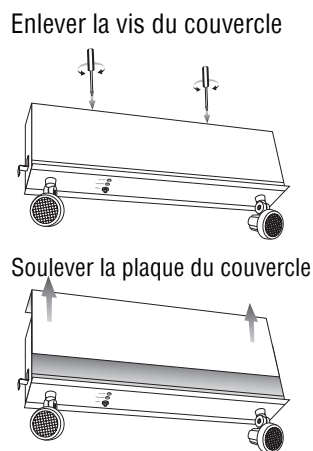

Figure 4
4. Installer l'unité solidement en place. Ne pas se fier aux profilés du plafond suspendu / (ossature en T) comme unique support pour l'unité. Deux trous de montage pour chaîne de retenue sont fournis de chaque côté du dessus de l'unité. Fixer solidement une chaîne ou un fil métallique à chaque trou puis à la structure située en haut du plafond suspendu (Figure 4).